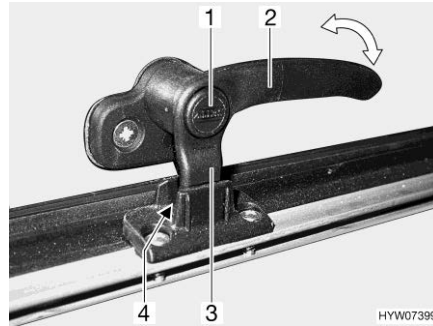
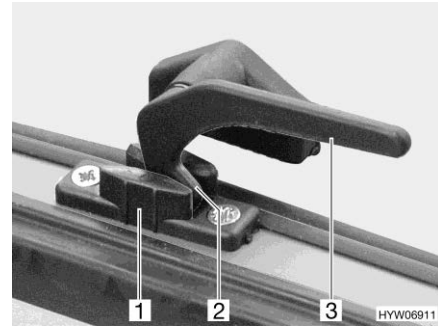

Fig. 97 Levier de verrouillage avec bouton de sécurité en position "Aération permanente"
Fig. 98 Levier de verrouillage en position "Aération permanente"
- En position "Aération permanente" (Fig. 97 et Fig. 98)
- S'il existe, appuyer sur le bouton de sécurité (Fig. 97,1) et le maintenir enfoncé.
- Tourner le levier de verrouillage (Fig. 97,2 ou Fig. 98,3) d'un quart de tour vers le centre de la fenêtre.
- Remettre le levier de verrouillage en position initiale. Le tenon de verrouillage (Fig. 97,3 ou Fig. 98,2) du levier de verrouillage doit pénétrer alors dans le logement prévu à cet effet dans le verrouillage de fenêtre (Fig. 97,4 ou Fig. 98,1).
- Relâcher le bouton de sécurité (Fig. 97,1) s'il y en a un.